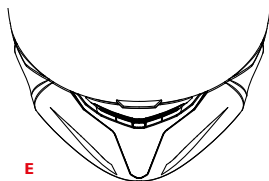

ABBILDUNG 2
### BELÜFTUNGSÖFFNUNG VORNE **KINNSCHUTZ** — E — Abbildung 2/3
- Abbildung 2: Belüftungsöffnung, vollständig geschlossen.